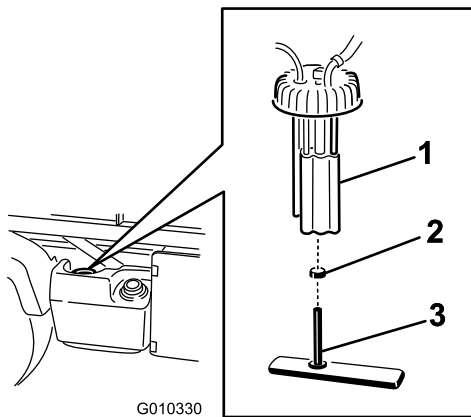

Figura 47
2. Estraiete i connettori di cablaggio preassemblato dalla pompa del carburante (Figura 47).
3. Allentate la fascetta stringitubo e scollegate i tubi del carburante dal tappo della pompa del carburante (Figura 47).
4. Togliete il tappo della pompa del carburante dal serbatoio del carburante (Figura 47).
5. Rimuovete il gruppo pompa e filtro del carburante dal serbatoio (Figura 47).
7. Rimuovete il tubo dai raccordi (Figura 47).